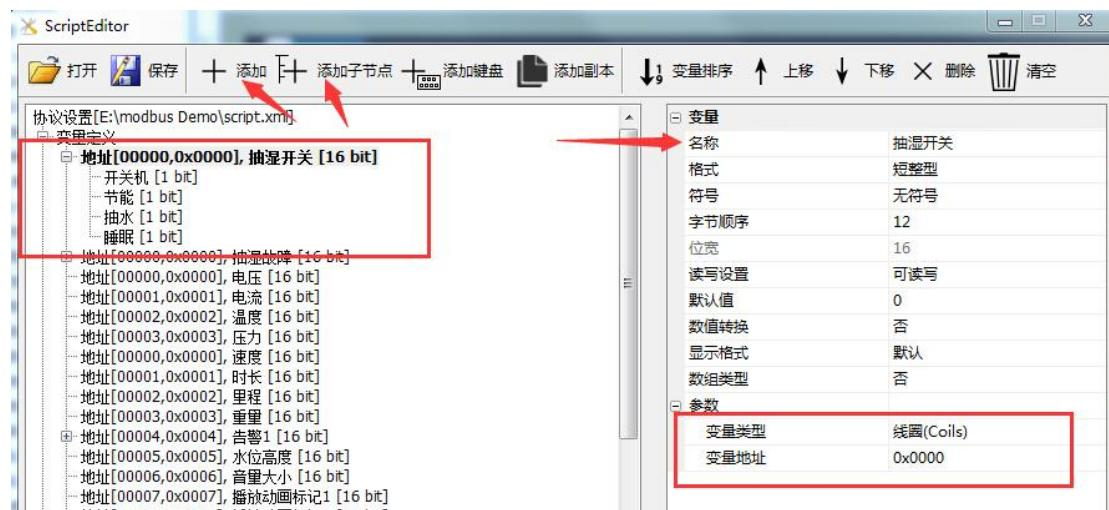

图 4-8 新建线圈变量
1、添加变量：创建“抽湿开关”变量，添加子节点“开关机”，变量类型设置为“线圈”，配置变量地址为 0x0000，如图 4-8 所示；